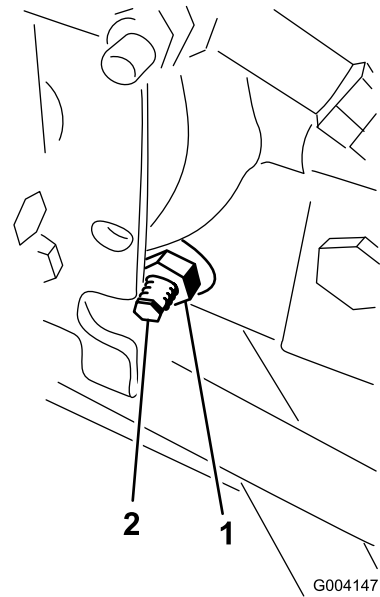

图56
3. 在静液压泵的右侧松开牵引调节凸轮 图56 上的锁紧螺母。